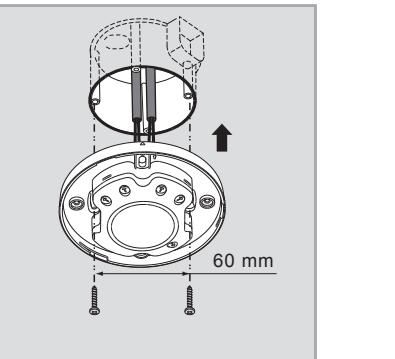
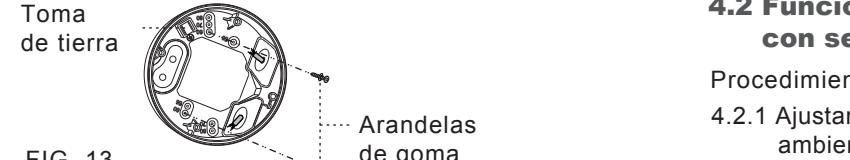

FIG. 8
FIG. 13
- 3.4.3.3 Seleccione los orificios ciegos apropiados para fijar la caja de conexiones a la superficie de la placa del techo con 2 tornillos de madera con arandela de goma (ver FIG. 13).
- 3.4.3.4 Consulte los diagramas de conexión para una correcta instalación del cableado (ver FIG. 5). Hay un orificio cuadrado en la placa de fijación. Cuando coloque esta placa de fijación en la caja de conexiones, encaje el orificio con el resalte de la caja (ver FIG. 8); luego fije la cabeza del detector en la caja de alimentación de acuerdo con la FIG. 13 y fíjela con los 4 tornillos anticaída.